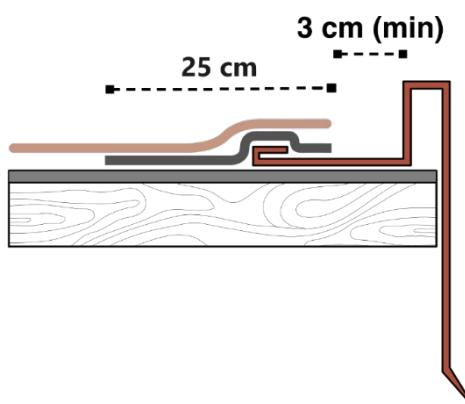

Fig. 15 – Dettaglio lamiera laterale
- Installare le lamiere laterali sopra alle membrane installate sulla copertura. Applicare una fascia di membrana bituminosa, larga circa 25 cm, a sormonto della lamiera. Procedere con la normale posa delle tegole a fiamma sopra alla stessa. Lasciare uno spazio di circa 3cm tra il bordo delle tegole e il bordo delle lamiere - Fig. 15.